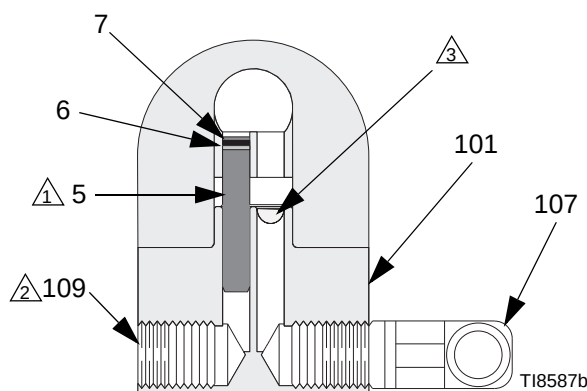

FIG. 1: Ikke-cirkulerende opstilling vist (udsnitbillede)
1. Se FIG. 1. Påfør smøremiddel, der hindrer fastbrænding 222955 på gevind og modflader på manifold (101), prop (109) og knæ (107) (medfølger usamlet).
2. Monter et knæ (107) i manifoldens ene væskeport (101) og en prop (109) i den anden port.
3. Monter den indvendige prop (5) i pistolens væskeport på samme side som manifoldens prop.
4. Tilslut væskeforsyningsledningen til manifoldens knæ (107).
5. Monter pistolen på manifolden ved hjælp af de fire skruer (17). Skru alle fire skruer løst i, stram de to forreste skruer først, og stram dernæst de to bageste med et moment på 7,3 N•m (65 in-lb).